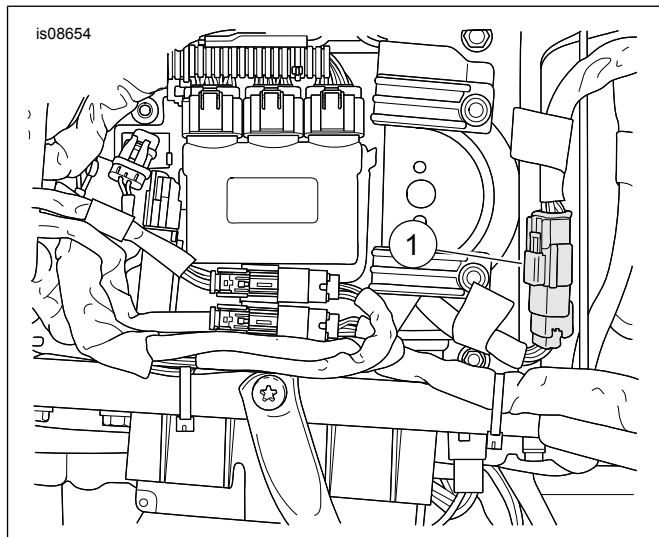

Figura 3. Conector de la luz de marcha/freno [7A]
16. Vea Figura 3. Desconecte el conector del arnés [7A] (1). Conecte el arnés del puente al conector (1). Conecte el conector del equipo original al conector del arnés de puente.